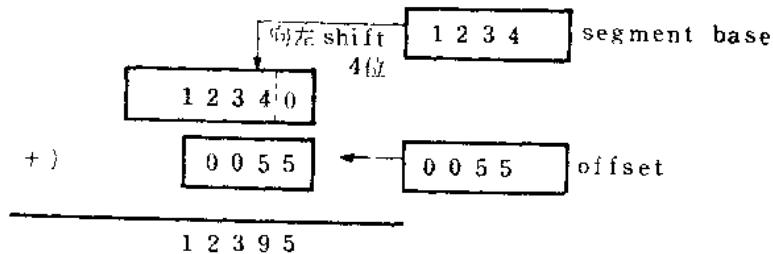

图 1-6 实际地址计算
所有存储器地址都由两个部分组成: segment base 和 offset。segment base 由 8088 内部 4 个 16 位的 segment registers: code (CS), data (DS), extra (ES) 和 stack (SS) 提供, 因此任何一条存取存储器的指令都要指定 segment register 并提供 16 位的 offset, 8088 是将 segment base 左移(shift) 4 位后, 和 offset 相加而得到的一个 20 位数就是实际地址, 例如: 如果 segment base 是 1234 H, offset 是 55H, 则实际地址为 12395H, 如图 1-6 所示。由于存储器由 segment 组成, 因此程序浮动(relocate)比较方便。只要改变 code segment register 的内容, 就可使一个程序在不同时间装在不同段内仍可正常执行, 而不需要做软件上的修改。此外, 这种方法也使程序结构性更强。